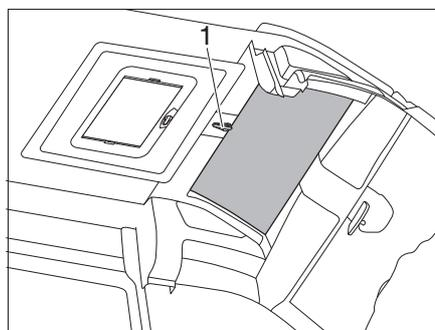

Bild 76 SkyRoof®
- Riegel öffnen und Kurbel (Bild 76, 1) um eine halbe Umdrehung aufdrehen.